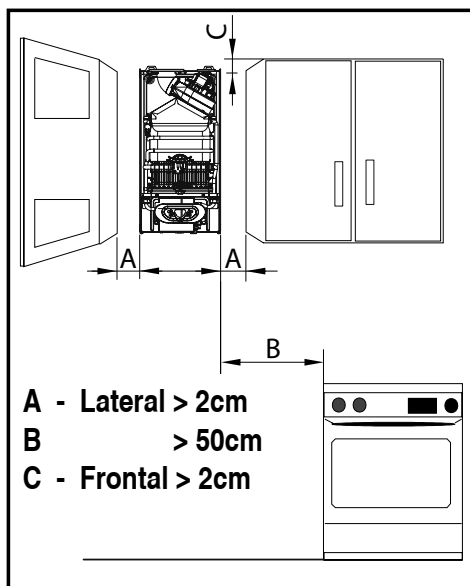

fig. 7 - Distâncias mínimas
- 1 - Abra a embalagem, dentro de você encontrará o modelo de montagem do aparelho. Sente-se na parede na altura apropriada (verifique as distâncias, fig.7), certificando-se de que o modelo seja o mais horizontal possível (use um nível).